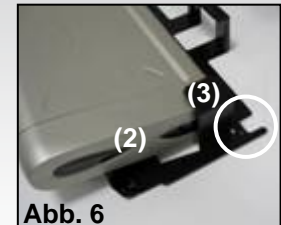

Abb. 6
- 2) Der Drucker muß zuerst in die „QuickFix“-Halterung eingeschoben werden (Abb. 6 (2)). Hierbei muß darauf geachtet werden, daß der Drucker in der Halterung fest platziert ist. Danach wird die Halterung mitsamt dem Drucker auf der Druckerklappe mit den Halterungen (Abb. 5 (1)) zusammengeführt. Dabei müssen die Auskerbungen der „QuickFix“-Halterung (Abb. 6 (3)) in die Halterungen auf der Druckerklappe bis zum Anschlag eingeschoben werden!